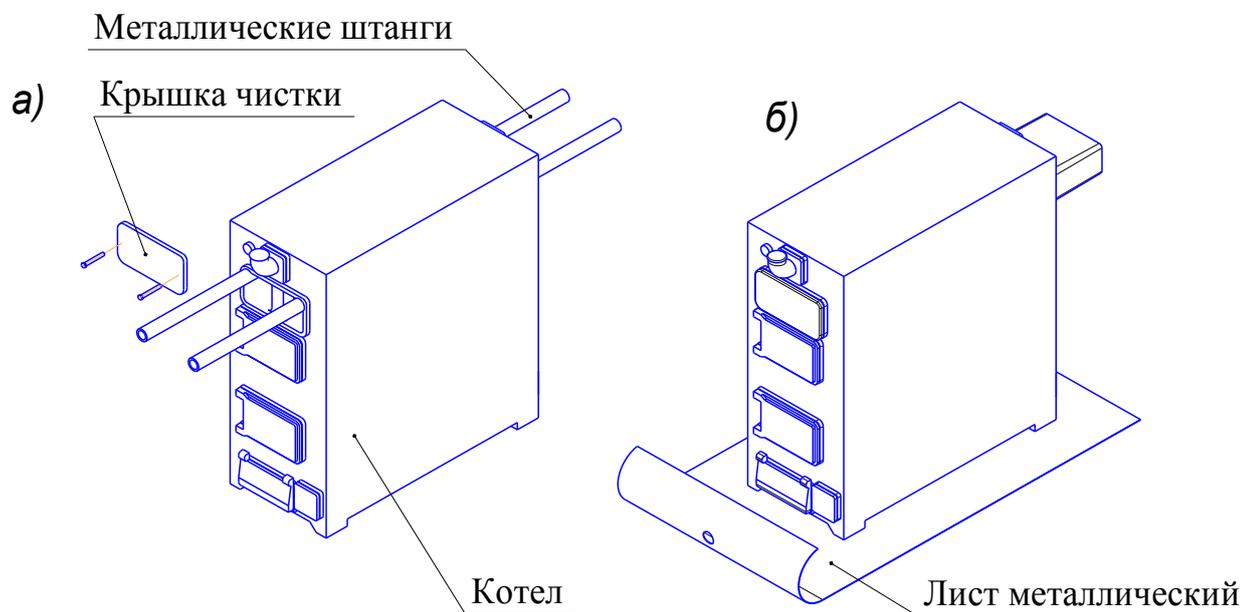

Рис. 4 Способы транспортировки котла
10.7 Возможные способы транспортирования котла к месту установки показаны на Рис. 4. При транспортировке котла на штангах, необходимо предварительно снять дымоход, крышку чистки дымохода и вставки дымохода.